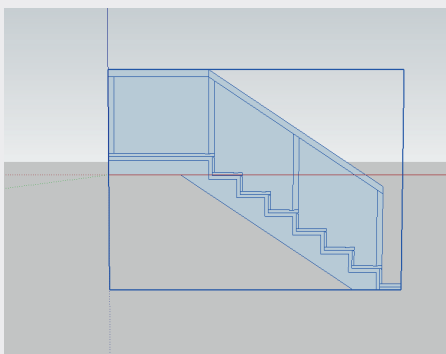

图3-214
- 03 选中“直线”工具，将线框转换为面域，并将其创建成群组，然后选择物体，按快捷键Ctrl+C进行复制，如图3-214所示。